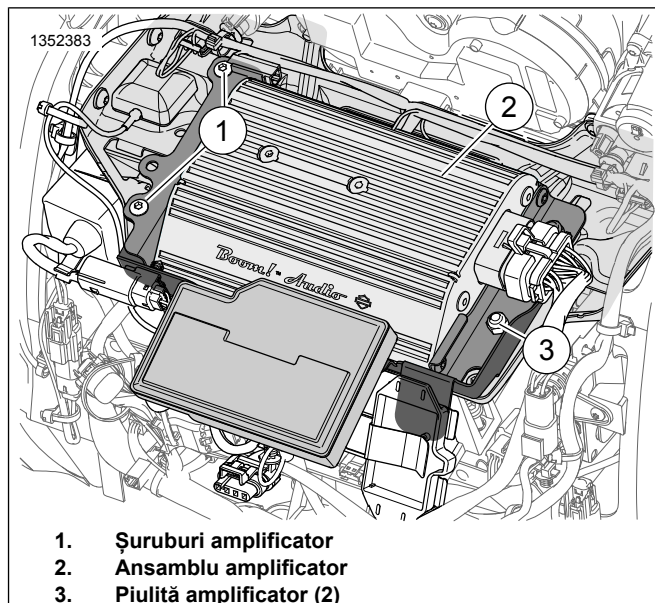

Figura 8. Instalare amplificator
2. A se vedea figura 8. Montați amplificatorul.
- Dacă acest amplificator este utilizat cu un amplificator secundar pentru a permite șase sau opt difuzoare, a se vedea detaliile de conectare pentru [162] și [313] în Tabelul 1, Tabelul 2 și kitul 76000280. Pentru FLHX(S) ieșire canal spate Molex cu 4 căi [162] (F) de la radio. Utilizat pentru ieșirea boxei fără amplificator. Consultați Figura 8. Neutilizate cu amplificator primar, utilizate pentru INTRARE amp secundar. Consultați Figura 10. Pentru FLHTC/FLHTK/TRIKE ieșire canal spate Molex cu 16 căi [162] (R) de la radio. Conține toate cablajele boxelor din spate. Instalați 69200714 pentru a fi utilizat cu amplificatoarele (a se vedea pasul 7). Amplificatorul carenajului [313], o ieșire canal spate Molex cu 4 căi al amplificatorului primar, poate fi folosit pentru boxele de la desagă, boxele de spate sau cele de pe carenajul inferior. Rezervat pentru carenajul inferior atunci când este utilizat într-o configurație cu șase sau opt difuzoare.